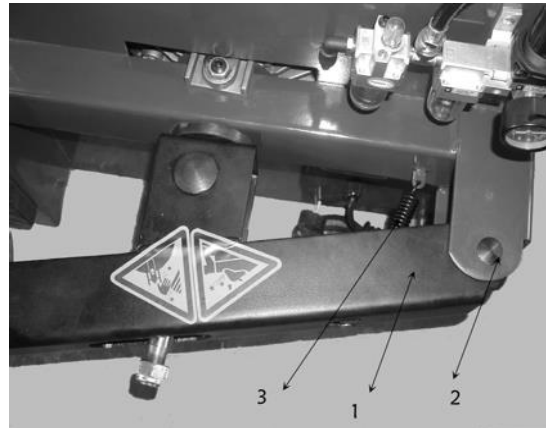

Fig. 4-6
Fügen Sie den Abdrückerarm (1) in die Klammer des Maschinenkörpers ein. Richten Sie die zwei Löcher aus und befestigen Sie den Arm mit den Pins (2) und den Halterungen. Befestigen Sie die Feder (3), wie in Fig 4-6 dargestellt.